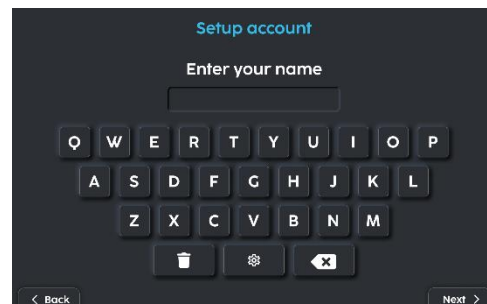

Fig. 4
4. Voer uw accountnaam in (Fig. 4).